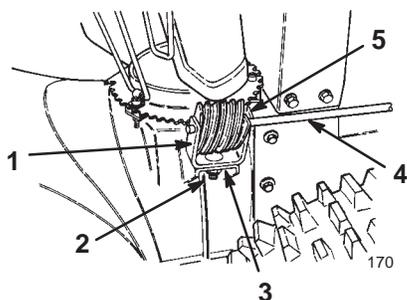

Bild 8
1. Führen Sie eine 2,5 cm Schlossschraube in das Installationsloch des Getriebeprofils (Bild 8).
2. Bringen Sie das Schneckengetriebe am Profilteil an, richten Sie die Öffnungen entsprechend aus und führen Sie die Antriebsstange für den Auswurf durch das Profilteil und das Getrieberad (Bild 8).
3. Bringen Sie das Schneckengetriebe und das Profilteil mit Schlossschraube, Flachscheibe und Sicherungsmutter lose am Montageflansch an (Bild 8).